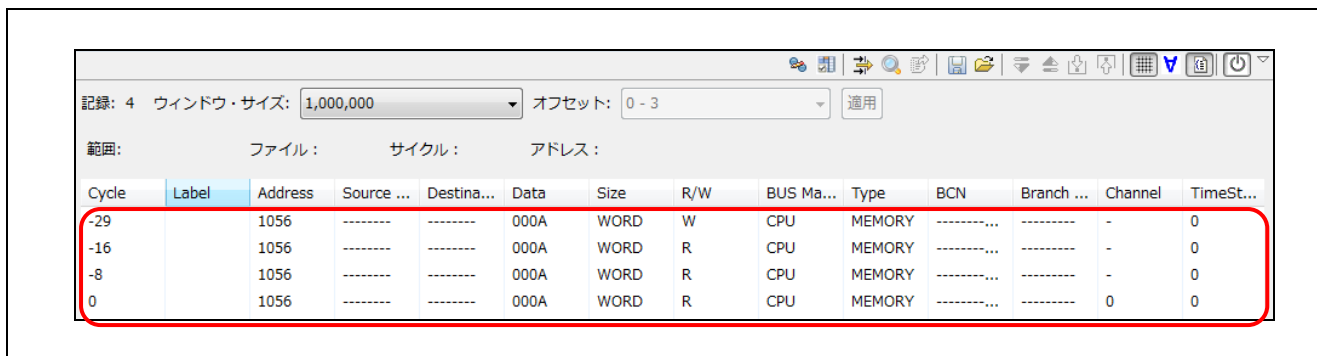

図 16 パス・カウント"4"成立時
12. 図 16 に示すように、設定したパス・カウント "4" が意図どおりに働いたことがわかります。